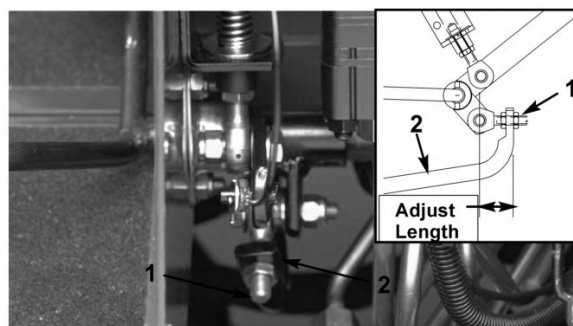

Figura 49
4. Regolate i controdadi dal lato asta della pompa per muovere in avanti il tubo di controllo della pompa ed eliminare lo spostamento in avanti, o per muoverlo indietro ed eliminare lo spostamento indietro (Figura 49).